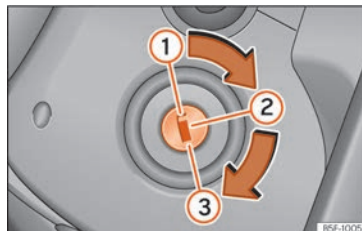

Abb. 236 Positionen des Fahrzeugschlüssels.
Fahrzeugschlüssel »» Abb. 236
Fahrzeugschlüssel » Abb. 236
| 3. | Nur bei Fahrzeugen mit Dieselmotor: Zum Vorglühen den Schlüssel im Zündschloss auf die Position » Abb. 236 ② drehen. Im Kombiinstrument leuchtet die Kontrollleuchte auf. | |
| 4. | Fahrzeugschlüssel im Zündschloss in Position » Abb. 236 ③ drehen ohne Gas zu geben. | Starterknopf drücken » Abb. 237 ohne Gas zu geben. Für den Motorstart muss sich ein gültiger Fahrzeugschlüssel im Fahrzeug befinden. |
| 5. | Fahrzeugschlüssel im Zündschloss in Position »» » Abb. 236  | Starterknopf kurz drücken »» » Abb. 237 . Wenn der Motor nicht ausgeht, führen Sie eine Notabschaltung durch »» » Seite 250. |